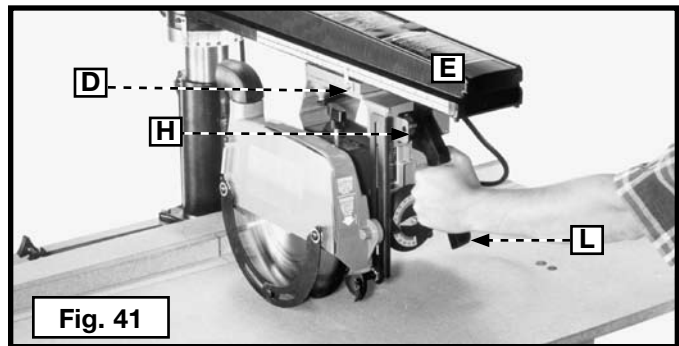

Fig. 41
- En tenant toujours fermement la poignée de la tête de coupe (L) Figure 41, desserrer le bouton de serrage de la tête de coupe et tirer doucement la tête de coupe (D) Figure 41 vers l'avant du bras (E) jusqu'à ce qu'elle s'arrête. Éteindre l'outil.